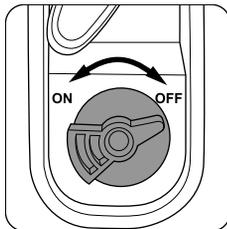

рис. 9
Топливный кран (20) (рис. 9) используется для управления подачей топлива из бака в карбюратор.